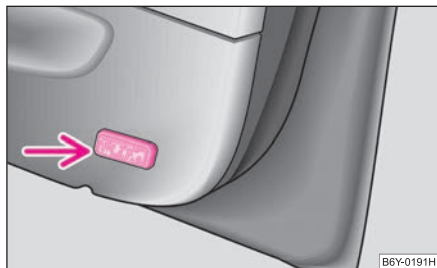

Fig. 179 Déposer le témoin de portière avant
- Insérer un couteau ou quelque chose de semblable latéralement entre l'éclairage et l'habillage de la portière ⇒ fig. 179. Débloquer prudemment l'éclairage.